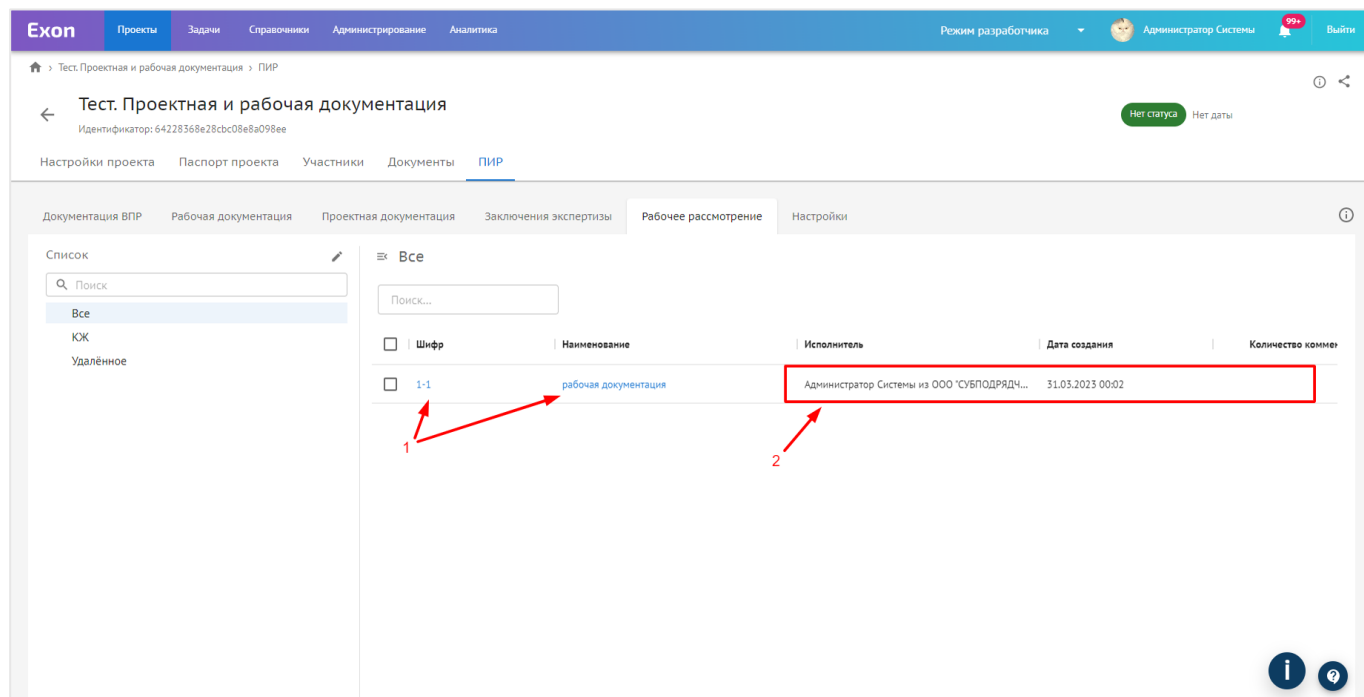

Рис. 105 - Реестр файлов
4. Загруженный документ в системе отобразится в реестре, после чего можно будет перейти по ссылке (1) в окно просмотра документа и, нажав на строку загруженного файла, в карточку документа (2) для создания темы обсуждения (рис. 105);